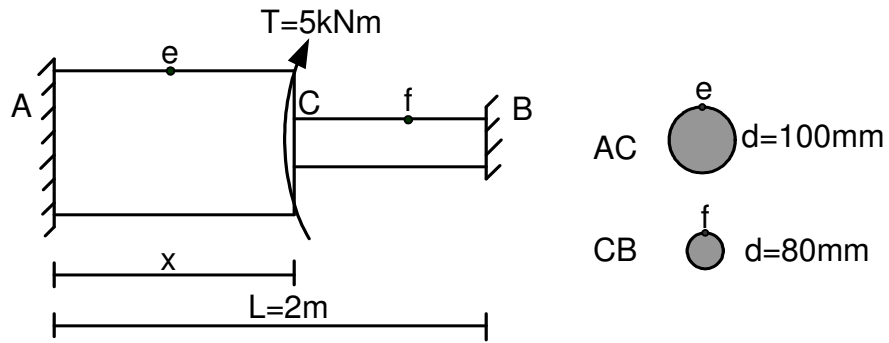

Figure 1
1. The assembly shown in Figure 1 consists of two solid circular bars AC and CB , and is subjected to $T=5\text{kNm}$ torque at C . The sections at A and B are fixed against rotation. The diameters of the bars AC and CB are 100mm and 80mm , respectively. Find the distance x between sections A and C if the maximum shear stress at both points e and f are identical. For both bars $G = 70 \text{ GPa}$. (25 points).
1. L'assemblée illustrée à la Fig. 1 se compose de deux barres solides circulaires AC et CB , et elle est soumise à un moment de torsion $T=5\text{kNm}$ à C . Les sections A et B sont fixées contre la rotation. Les diamètres des barres AC et CB sont 100mm et 80mm , respectivement. Trouvez la distance x entre les sections A et C si les contraintes de cisaillement maximum aux points e et f sont identiques. Pour toutes les deux barres, $G = 70 \text{ GPa}$. (25 points).